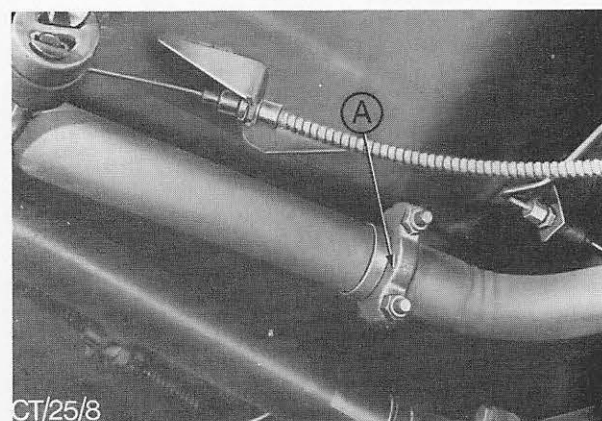

Abb. 29 A = Klemmschelle
2. Klemmschelle unmittelbar vor der Hinterachse vom Auspuffrohr abbauen, Abb. 29.